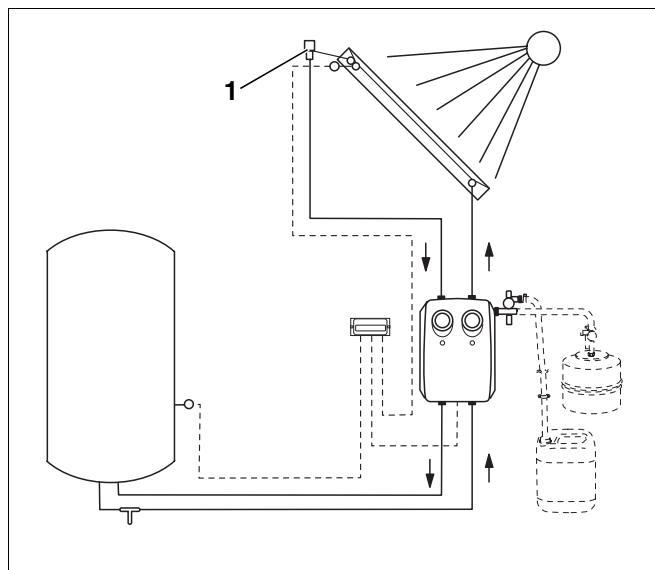

Fig. 4 Posición del purgador automático
- ▶ Si desea llevar a cabo la purga del equipo solar a través del purgador automático (fig. 4, **pos. 1**) situado en el punto más alto del equipo, las tuberías deberán colocarse con inclinación hacia el purgador. Con cada cambio de dirección hacia abajo se precisa un acumulador de aire adicional equipado con un purgador (emplear un purgador completo de metal; resistencia térmica 150 °C).